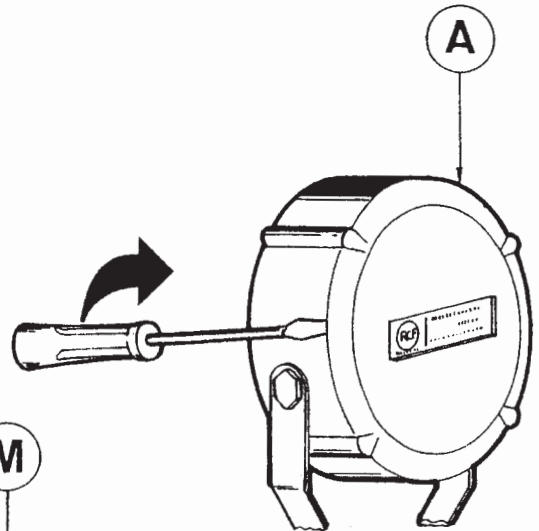

Fig. 9
- Estrarre il fondello A facendo leva con un cacciavite come indicato in fig. 9.
- Remove cap A with the help of a screwdriver as shown in fig. 9.
- Extraire le capot A en faisant levier avec un tournevis comme indiqué sur la fig. 9.